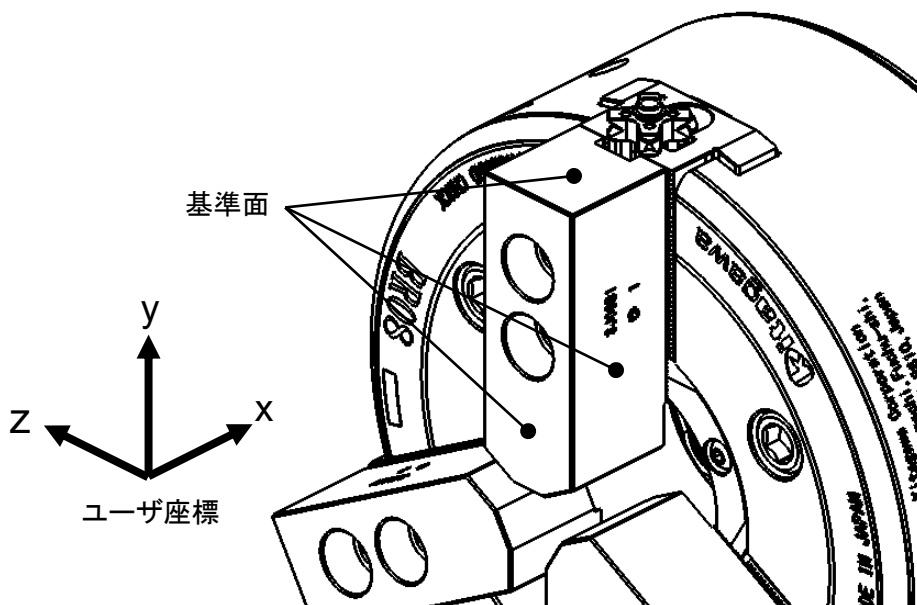
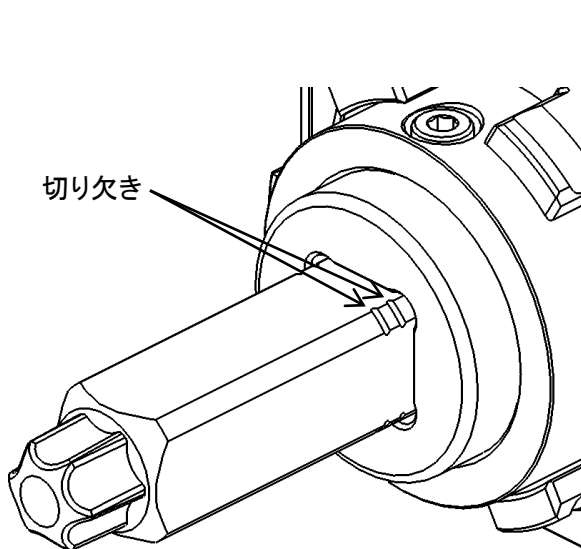
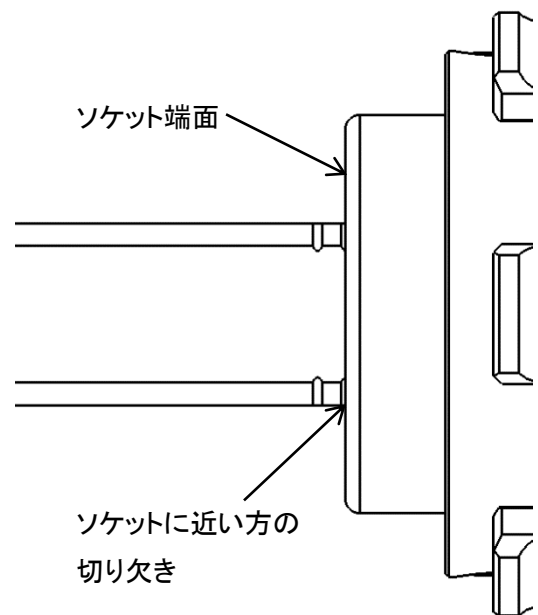

図 26
図 31
図 30
- ① チャックにジョーを取り付けて、ジョー交換位置に割り出してください。
- ② 図 26 に示すジョーの基準面を利用して、ユーザ座標を作成してください。
- ④ レンチの 2 つの切り欠き(図 30)のうち、ソケットに近い方の切り欠きがソケットの端面に一致する位置(図 31)に、BR-AJC エンドエフェクタを動かしてください。
- ⑤ ボルト締緩位置のティーチング完了です。ロボット制御装置の位置レジスタ等の機能を利用して、現在の位置を記憶してください。
- もう 1 本のジョー取付ボルトの「ボルト締緩位置」は、ジョー取付ボルトの距離分、図 26 の X 軸方向 (5.3.1. ユーザ座標の作成 参照)にロボットをオフセットする、または②～⑤の手順を行ってティーチングしてください。